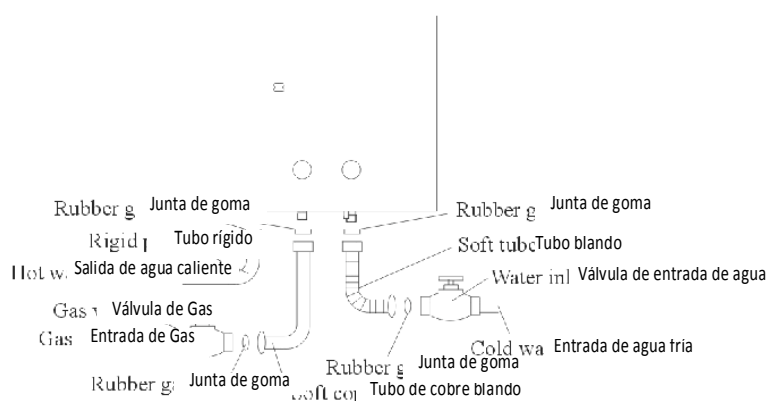

Fig. 7
- (1) Para los usuarios de L.P.G, conecte el grifo de entrada de gas y el reductor de presión de gas del cilindro de gas con un tubo de goma especial de  $\varnothing$  9 0,5 mm; sujete las uniones con clips.
- (2) Para los usuarios de Gas Natural, pónganse en contacto con el distribuidor de gas para conectarlo con el tubo de ajuste.
- (3) Una vez conectadas las tuberías, compruebe las conexiones con la espuma de jabón para ver si hay fugas de gas.
- Lo primero, quite la válvula de drenaje para evitar romper el tubo antihielo. Utilice el tubo suministrado, o puede usar una tubería rígida como conexión de agua fría. Se debe instalar un controlador de agua antes del grifo de entrada de agua (Fig. 7). (Nota: Hay un filtro dentro del grifo de entrada de agua, no lo quite durante la instalación).